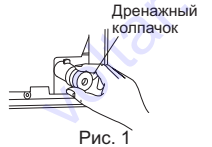

Рис. 1
1) Положите вместе трубопровод хладагента и дренажный шланг и плотно оберните войлочной лентой (7) с концов. При обмотке перехлест войлочной ленты (7) должен составлять 1/3 ее ширины. Зафиксируйте конец войлочной ленты (7) бандажной стяжкой.
2) Потянув на себя, вытяните дренажный колпачок, расположенный в правой задней части внутреннего прибора. (Рис. 1)